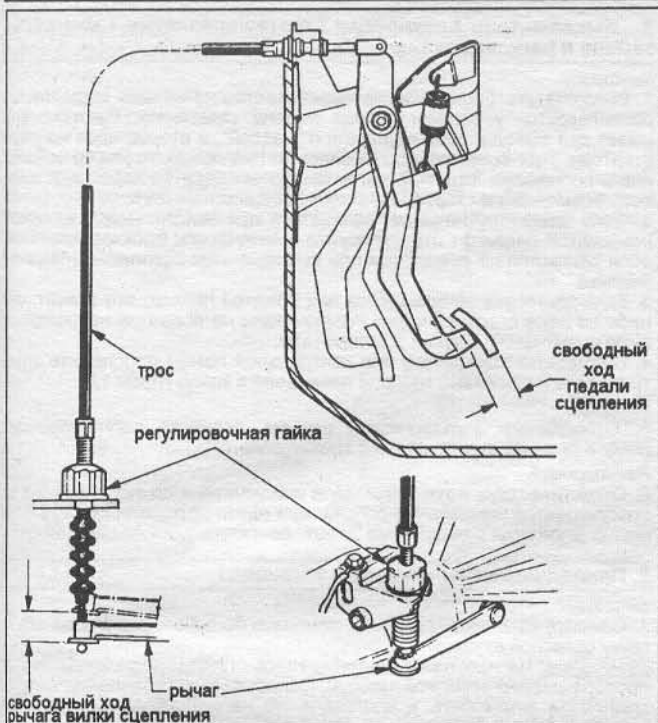

Рис. 3.9 Регулировка троса сцепления.
2. Ослабьте регулировочную гайку (см. рис. 3.9).